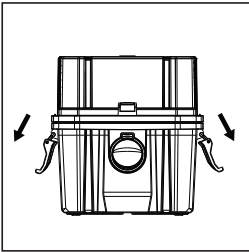

FIG. 6
- Retirez l'ensemble de la tête d'alimentation de l'aspirateur pour matériaux secs/liquides en tirant vers l'extérieur sur les clips du couvercle situés de chaque côté de l'aspirateur. Soulevez l'ensemble de la tête d'alimentation. (Fig. 6)